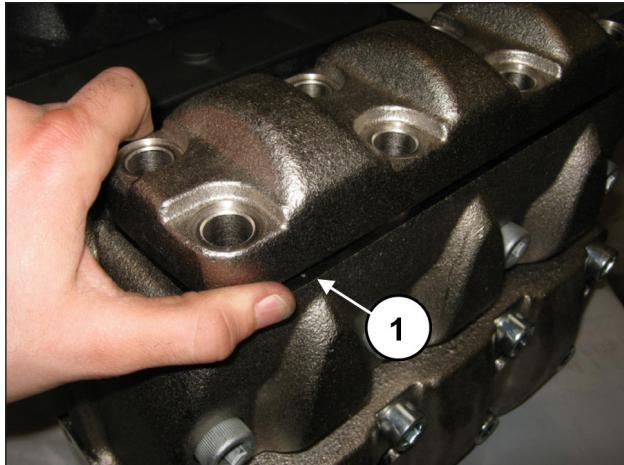

Fig. 159
Al terminar de montar los grupos de la válvula de envío, aplicar la tapa de las válvulas de envío (pos. ①, Fig. 159) y apretar los 8 tornillos M16x45 (pos. ①, Fig. 160).